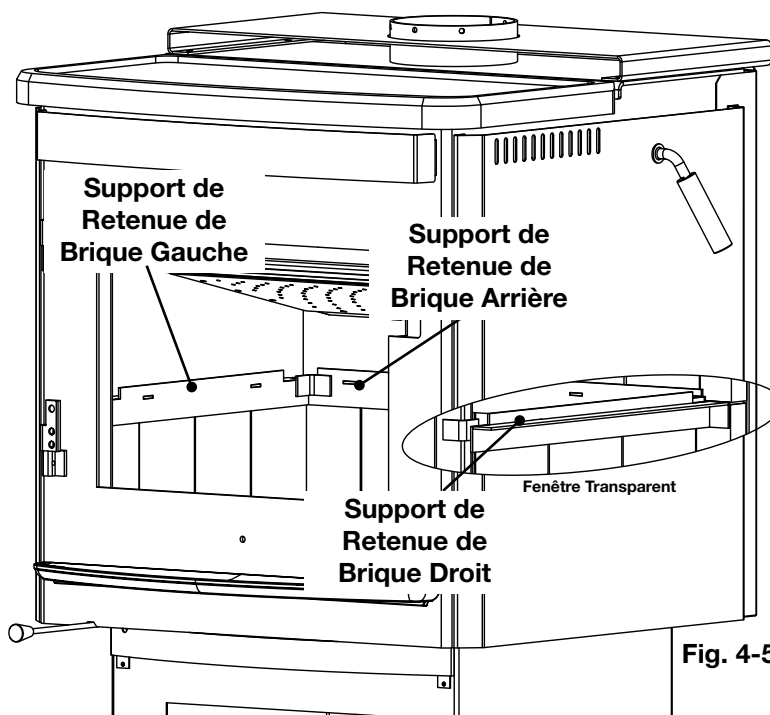

Fig. 4-5
- B.** Installez les supports de retenue de brique sur le côté droit, puis l'arrière, et finalement, le côté gauche de la chambre de combustion (**Fig. 4-5**). La cale de retenue droite et gauche est située à l'arrière des onglets soudés à la chambre de combustion.